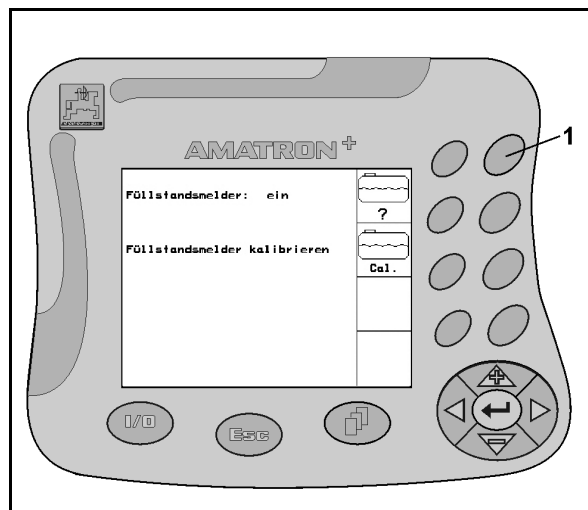

Fig. 16
1. Funktions-Taste (Fig. 16/1) einmal betätigen.
2. Funktions-Taste nochmals betätigen (Fig. 16/1).